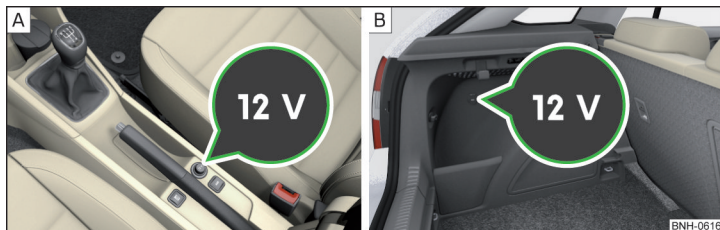

Fig. 93 Capacul prizei de 12 V: în consola centrală față / în portbagaj
- Pentru **utilizare**, scoateți capacul prizei » fig. 93 - **A**, respectiv deschideți capacul prizei » fig. 93 - **B**.